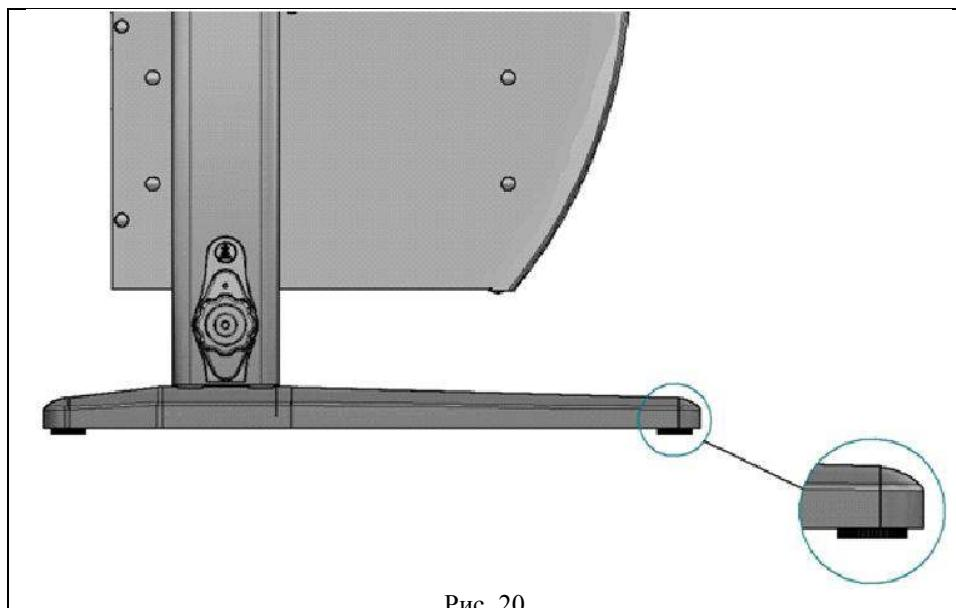

Рис. 20
6.1. Стол следует устанавливать на ровную горизонтальную поверхность, обеспечивающую опору всех ножек, при необходимости отрегулировать стол ножками (см. рис. 20) для обеспечения горизонтального положения столешницы.